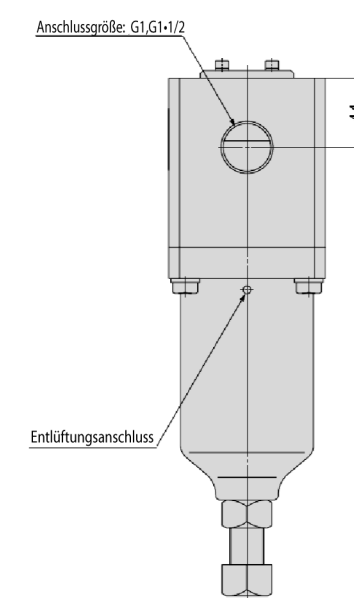

Abb. 3
- Aus dem Entlüftungsanschluss wird Druckluft abgelassen, wenn der Druck am Ausgang OUT über den Einstellwert ansteigt. Stellen Sie sicher, daß der Druckluftstrahl, die Druckluftmenge und die Lärmentwicklung keine Gefahr darstellen. Siehe Abb. 3